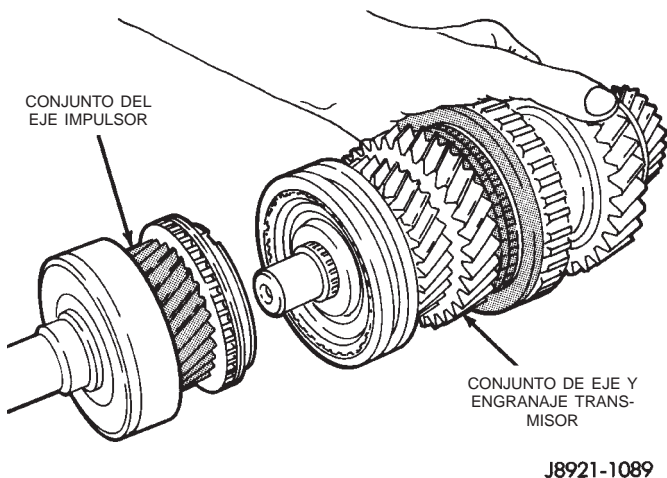
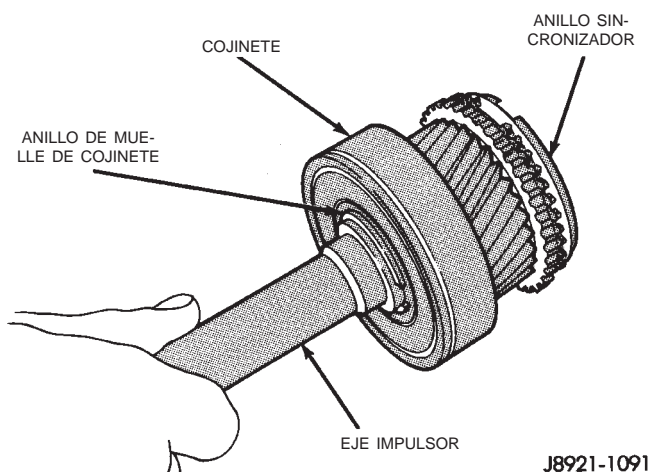

Fig. 97 Separación de los ejes impulsor y transmisor
Fig. 98 Componentes del eje impulsor
(1) Compruebe que el sincronizador de 3–4 se encuentra en la posición neutra.
(2) Separe el eje impulsor del eje transmisor (Fig. 97). Tenga en cuenta que el cojinete de guía del eje transmisor es un cojinete de tipo rodillos sin jaula.
(3) Retire los rodillos del cojinete de guía del eje transmisor del eje impulsor y del eje transmisor.
(4) Retire el anillo sincronizador de cuarta velocidad del eje impulsor (Fig. 98).
(5) Retire el anillo de muelle de ajuste selectivo que fija el cojinete del eje impulsor sobre el eje impulsor.
(6) Utilizando el hendedor de cojinetes P-334 y una prensa de taller, retire el cojinete del eje impulsor.